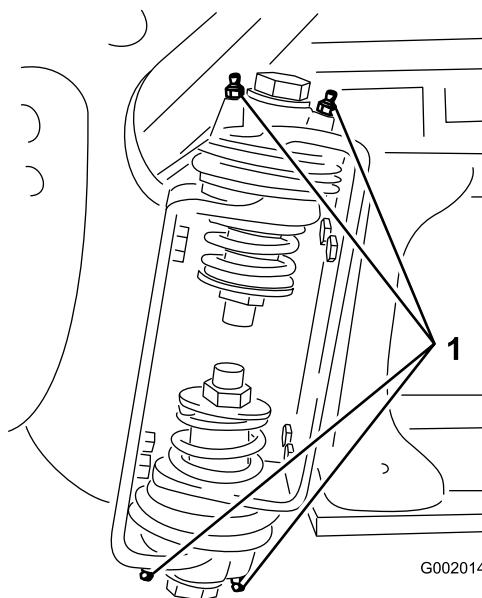

Figura 65
2. Pompatate del grasso nel raccordo di ogni cuscinetto o boccola (Figura 65).